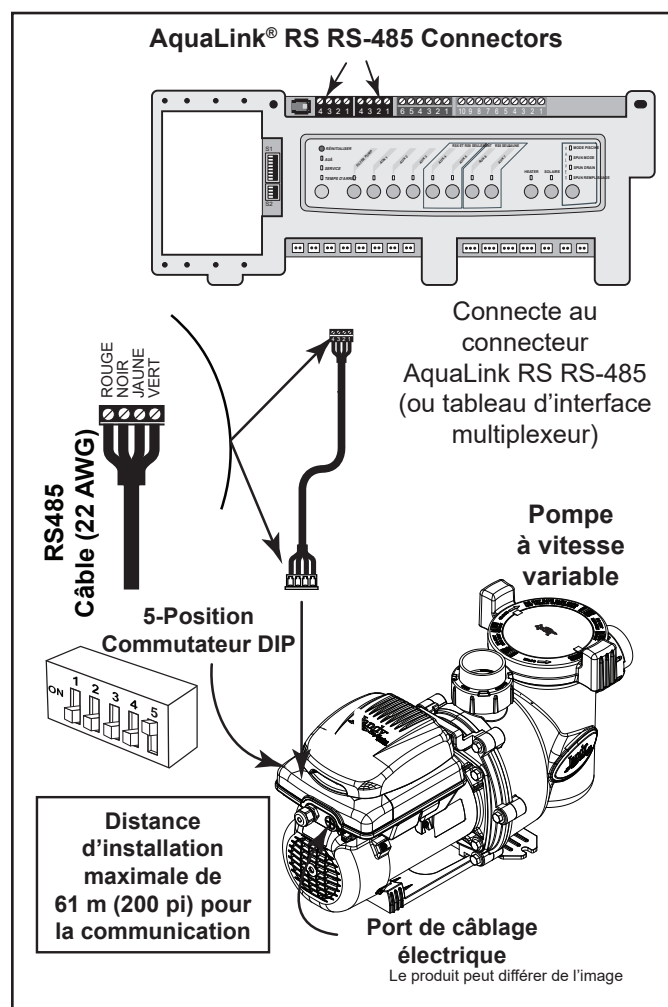

Figure 7. Câblage du contrôleur AquaLink RS ou AquaLink PDA
3. Glisser les commutateurs DIP 1 et 2 en position désactivée (OFF). Glisser le commutateur DIP 5 en position activée (ON). Voir la Figure 7.
- b. Connecter le nouveau câble RS-485 de AquaLink par le raccord de compression disponible et faire passer le câble à 4 conducteurs dans le port fileté de l'entraînement du moteur le plus proche du connecteur. Figure 7.
6. Connecter le connecteur RS-485 sur le AquaLink® RS (ou la carte interface du multiplexeur), en faisant correspondre les couleurs de fils aux positions du connecteur comme suit : 1-rouge, 2-noir, 3-jaune et 4-vert. Voir la Figure 7.
3. Retirez les six (6) vis pour déconnecter le contrôleur à vitesse variable à partir du contrôleur de base sur le moteur de la pompe.
5. Dévisser les quatre (4) bornes du connecteur et déconnecter les fils du faisceau de câble du moteur.
7. Fixer le couvercle de la pochette et le joint d'étanchéité avec les six (6) vis à la base du contrôleur à vitesse variable sur le moteur.
10. Préparer le câble et fixer un autre connecteur à 4 broches, en faisant correspondre les couleurs de fil, Figure 7.
13. Vérifier que les réglages du commutateur DIP correspondent à la figure 7.